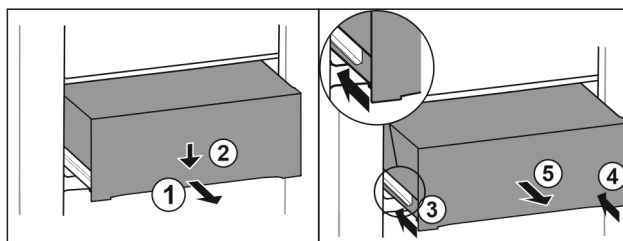

Fig. 193
- Tirer le tiroir jusqu'à mi-chemin. Fig. 193 (1)
- Appuyer sur l'avant du tiroir vers le bas. Fig. 193 (2)
- Insérer le rail gauche d'env. 2 cm. Fig. 193 (3)
- Insérer le rail droit d'env. 2 cm. Fig. 193 (4)
- Retirer le tiroir par l'avant. Fig. 193 (5)